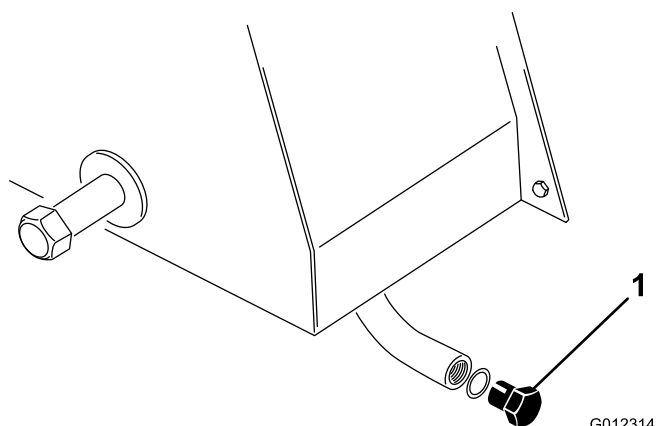

Figura 42
1. Aprite il tappo di spurgo (Figura 42) di mezzo giro e lasciate che il fluido si raccolga in una bacinella fino a quando non notate più la presenza di acqua nel fluido idraulico.
1. Togliete il tappo di spurgo dal serbatoio (Figura 42) e lasciate defluire completamente l'olio idraulico in una bacinella. Serrate il tappo quando l'olio idraulico smette di uscire.